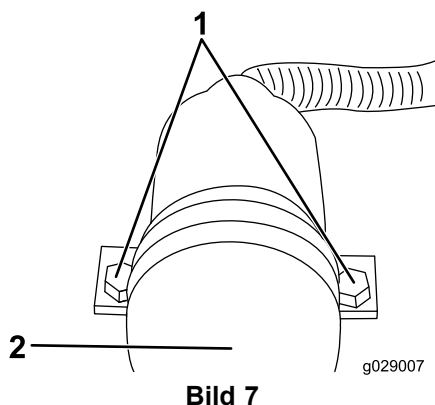

Bild 7
- Entfernen Sie die 2 Schrauben und Muttern, mit denen die elektromagnetische Kraftstoffsperre befestigt ist (Bild 7).